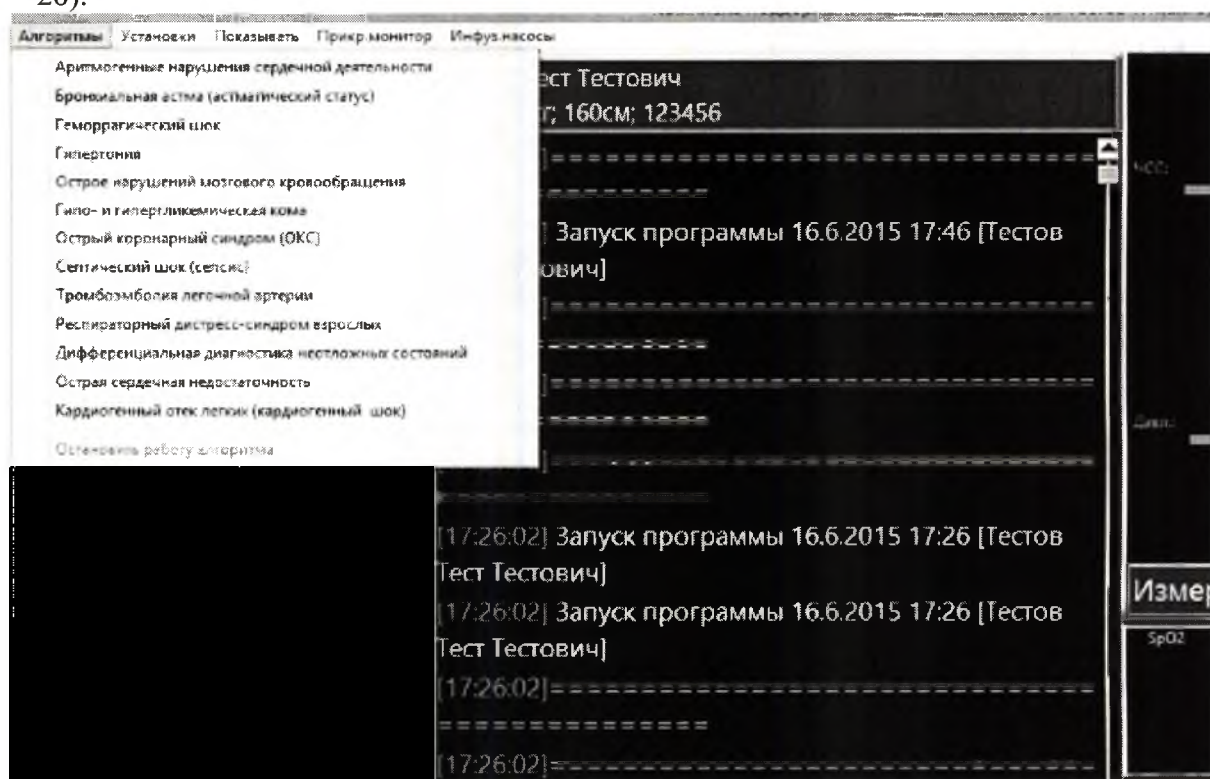

Рисунок 28. Вид меню *Алгоритмы*.
2.3.4.8 После проведения общей диагностики и/или при определенности диагноза можно в меню *Алгоритмы* выбрать алгоритм лечения нужного неотложного состояния (рис. 28).